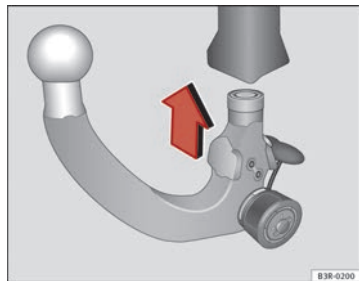

Fig. 167 Dispositivo desmontable para remolque: Colocar la rótula
- Coloque la rótula pretensada en el tubo de enclavamiento y haga presión hacia arriba en la dirección que indica la flecha ⇒ fig. 167 ⇒ Δ. El proceso de bloqueo se realiza de un modo automático. En ese momento debe poder oírse claramente un chasquido de encaste.